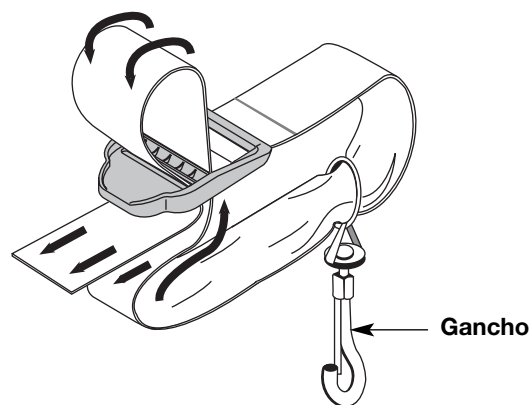

Fig. 7
- Pase la correa sobre la barra transversal y hacia abajo por la ranura de la hebilla (Fig. 7).